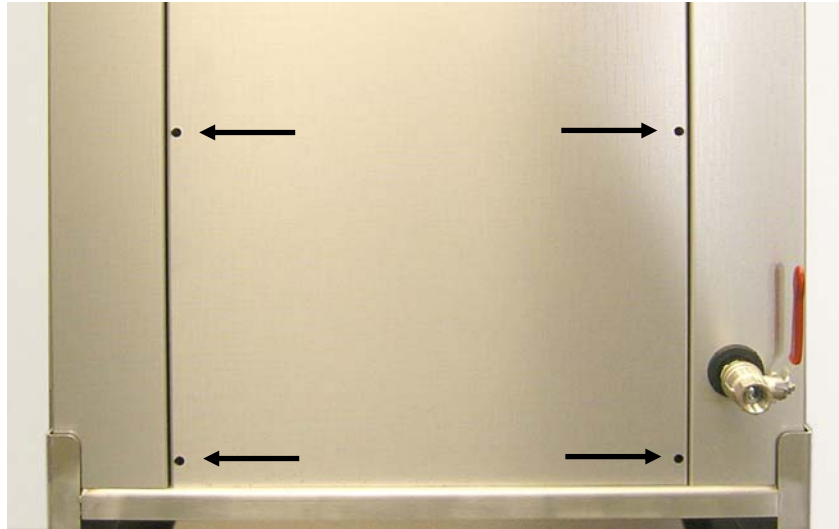

Fig. 9.5.1. Positie van de 4 inbuschroeven
1. Verwijder de 4 inbusschroeven (zie Fig. 9.5.1).